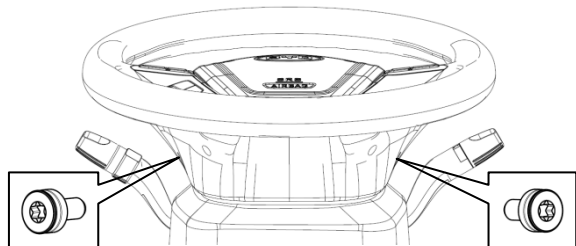

图 4-2
①通过转向盘两侧的小圆孔用工具松开两个内六角螺钉。如图 4-2 所示。